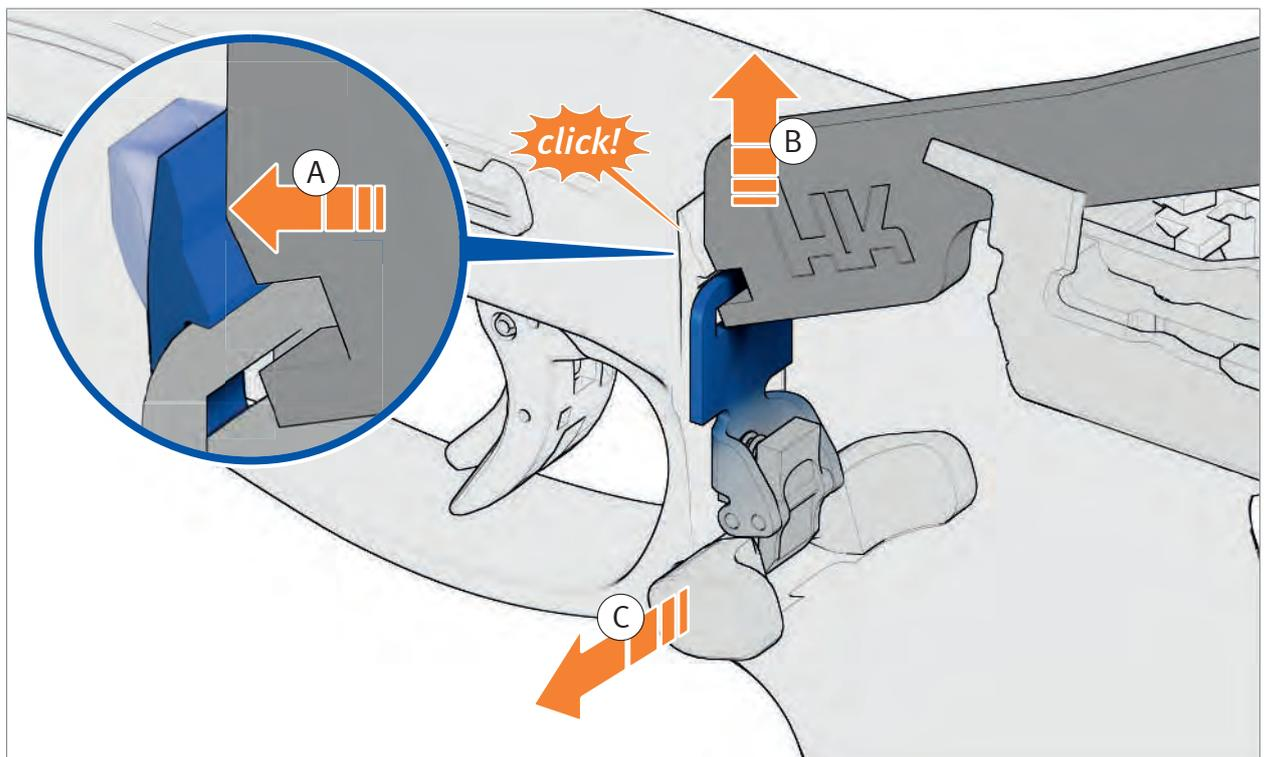

Abb. 30: Push-Button entnehmen
3. Rastnase im Griffstück mit dem Werkzeug nach vorne drücken und Magazinhalter nach oben schieben (Abb. 30). Der Magazinhalter rastet ein.
4. Push-Button entnehmen (Abb. 30).